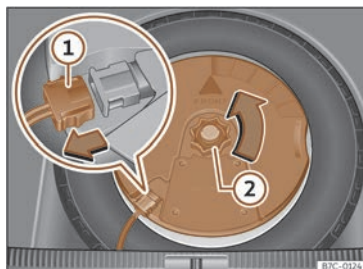

Fig. 245 En el maletero: desmontar el subwoofer.
- Desconecte el cable del altavoz subwoofer >>> **fig. 245 ①**.
- Gire la ruedecilla de fijación en sentido contrario a las agujas del reloj >>> **fig. 245 ②**.